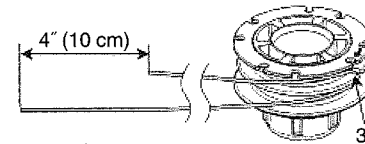

Fig. 38
- (2) Après avoir retiré le boîtier, extrayez la bobine et jetez le fil restant.
- (3) Pliez le nouveau fil nylon inégalement en deux comme dans l'illustration.
Accrochez le bout en U du fil nylon dans la rainure (32) du séparateur central de la bobine. Enroulez les deux moitiés du fil sur la bobine dans le même sens en gardant chaque moitié de son côté du séparateur. (Fig. 38)